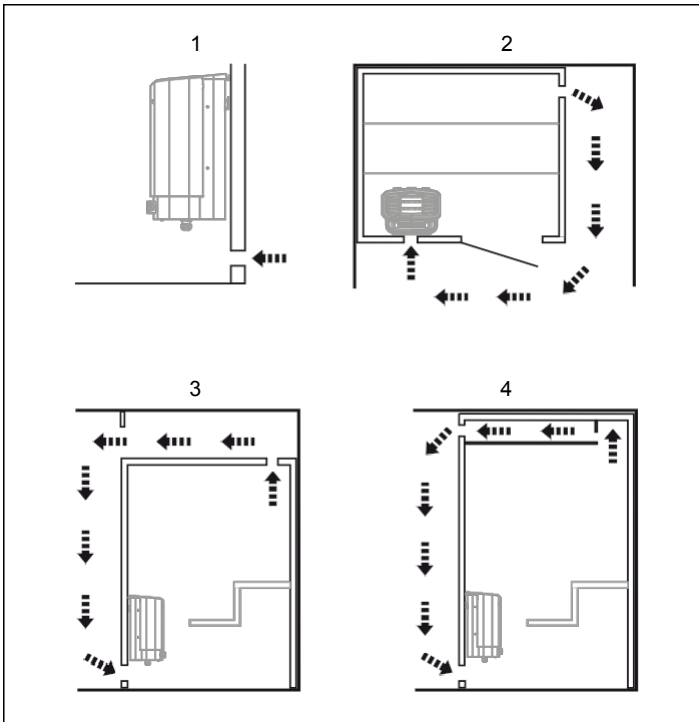

Figura 4: Posizionamento delle prese d'aria e delle bocchette di scarico
- La ventilazione della sauna deve essere conforme alle istruzioni riportate nel presente manuale (vedere la sezione Posizionamento della valvola di aspirazione dell'aria, figura 4, e la sezione Posizionamento della valvola di scarico dell'aria, figura 4).
- Posizionare la presa d'aria (vedere la sezione Posizionamento della presa d'aria, figura 4).
- Posizionare la presa d'aria di scarico (vedere la sezione "Posizionamento della presa d'aria di scarico", figura 4).
- alla massima distanza possibile dalla presa d'aria, ad esempio in diagonale (vedere Figura 4).
- in alto sulla parete o sul soffitto (vedere la Figura 4).